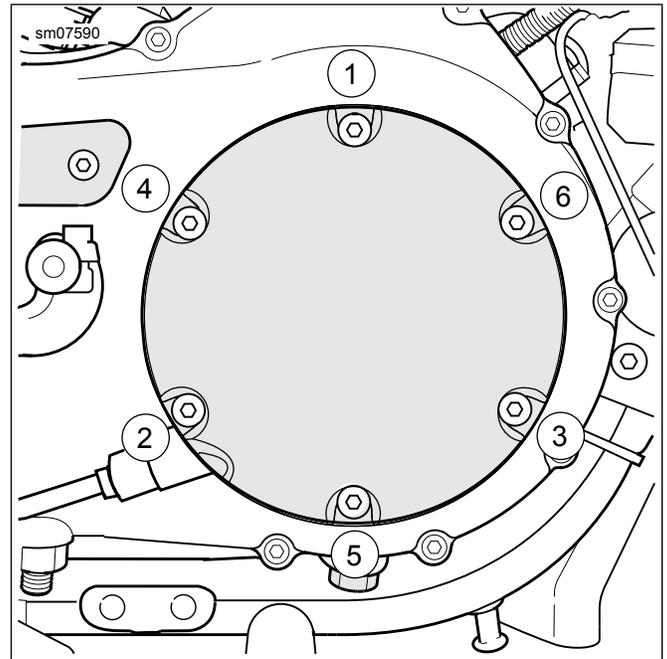

Figure 2. Ordre de serrage du capot d'inspection de l'embrayage
2. Installez la **nouvelle** trappe (1) et fixez-la à l'aide des vis (2) et des rondelles (3).
3. Consultez Figure 2 . Serrez les vis dans un motif d'étoile. Couple : 9,5–12,2 N·m (84–108 in-lbs)